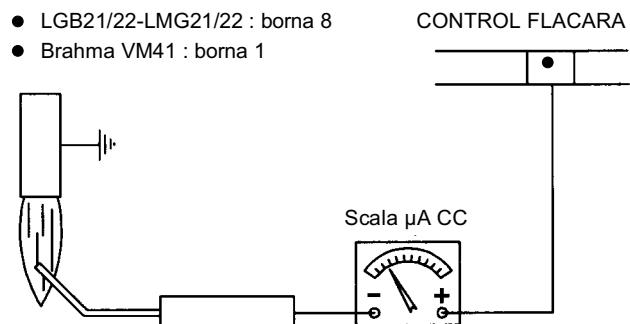

Fig. 33
- În caz de dubiu, verificați circuitul de detecție cu arzătorul pornit , corespunzător schemei din Fig.33 .
Pentru a masura intensitatea semnalului de detectie, urmati schema din Fig. 33.